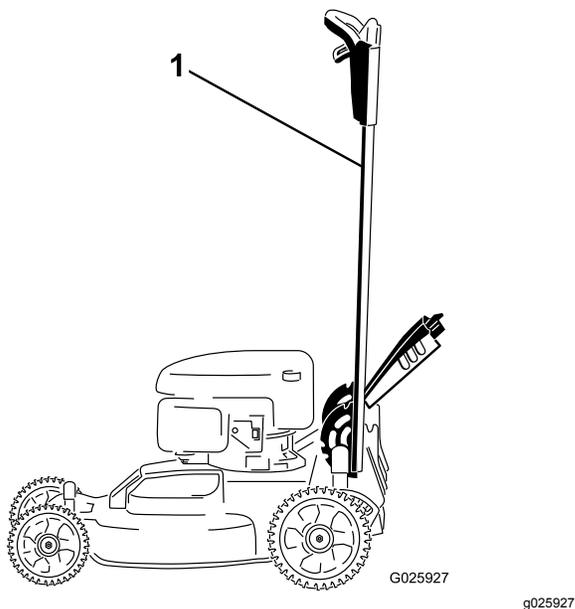

Рисунок 37
1. Зафиксируйте рукоятку в вертикальном положении (Рисунок 37); см. Регулировка высоты рукоятки \(страница 12\).